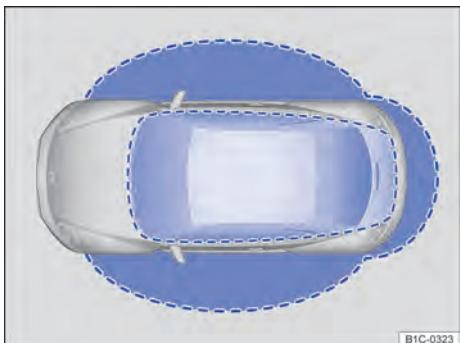

Fig. 29 Sistema de travamento e de partida Keyless Access sem chave: áreas de aproximação.
aproximação ⇒ Fig. 29 do veículo e que uma superfície dos sensores nas maçanetas das portas ⇒ Fig. 30 seja tocada, ou o logo Volkswagen da tampa traseira ⇒ Página 53 seja acionado ⇒ ①.
Se houver uma chave do veículo válida em uma área de aproximação ⇒ Fig. 29, o sistema de travamento e de partida Keyless Access sem chave atribui uma autorização de acesso a essa chave assim que a superfície do sensor da maçaneta da porta do condutor ou do passageiro dianteiro for tocada ou o logo Volkswagen da tampa traseira for tocado. Em seguida, são possíveis as seguintes funções sem o uso efetivo da chave do veículo:
Se o veículo estiver travado e uma chave do veículo válida se encontrar na área de aproximação ⇒ Fig. 29 da tampa traseira, esta será destravada automaticamente ao ser aberta.